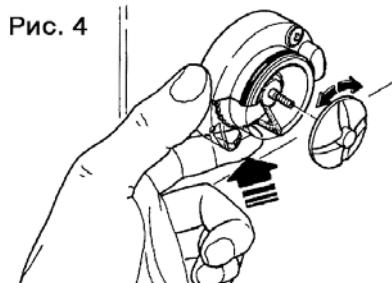

Рис. 4
- чтобы отвинтить колеса миксеров, зафиксируйте пальцем диск, прикрепленный к оси миксера (см. рис. 4);